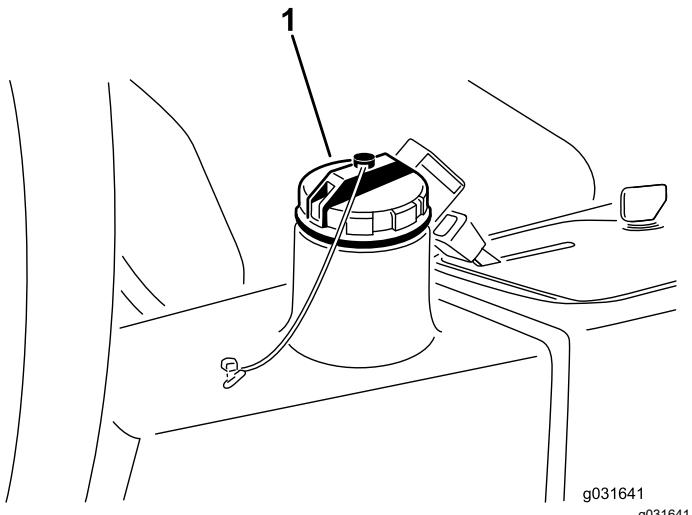

Figura 65
4. Llene el depósito (Figura 65) con aproximadamente 13,2 litros de fluido hidráulico; consulte Especificación del fluido hidráulico (página 60) y Comprobación del nivel de fluido hidráulico (página 61).